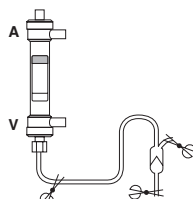

Fig.2/Abb.2/Εικ.2/Рис.2
- Conecte la línea venosa al puerto venoso del dializador (Fig. 2).